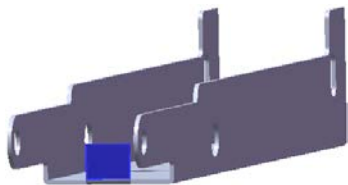
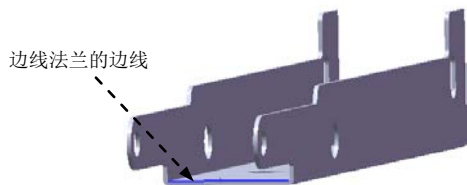

图 12.5.16 边线一法兰 2
图 12.5.17 边线法兰的边线
Step9. 创建图 12.5.16 所示的钣金特征——边线一法兰 2。
(1) 选择命令。选择下拉菜单 **插入(I)** → **钣金(B)** → **边线法兰(E)...** 命令(或单击“钣金”工具栏中的 按钮)。
(2) 定义特征的边线。选取图 12.5.17 所示的模型边线为生成的边线法兰的边线。